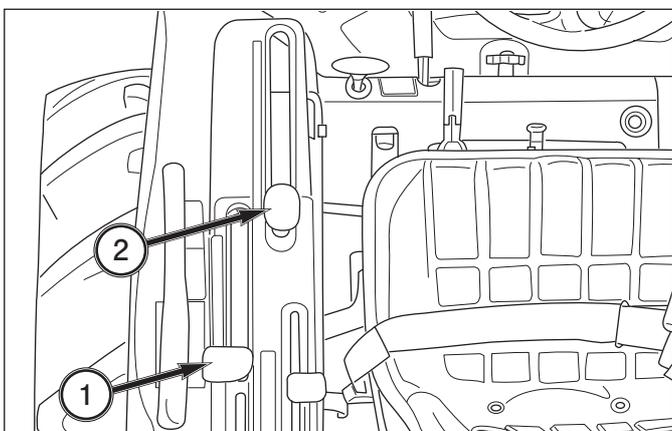

FIG. 4-20
**FIG. 4-20:** Le levier de plage et le levier de changement de vitesse se trouvent tous deux à gauche du siège du conducteur. Le levier de sélection de rapport procure quatre petits changements de vitesse dans chaque plage. Le levier de sélection de plage, 1, procure deux changements de vitesse de déplacement importants.